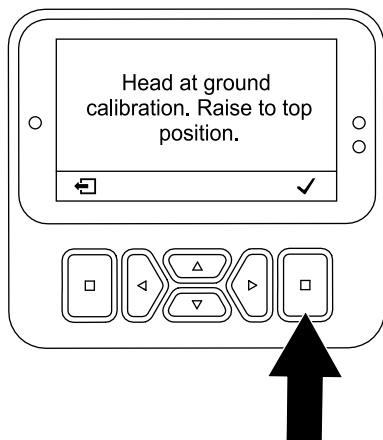

図 108
- タインが地面に突き刺さり始めたら、選択ボタン (図 108) を押して、地面の高さを教えるアプリケーションを実行する。地上高ティーチャアプリを実行する (ページ 36) を参照方。